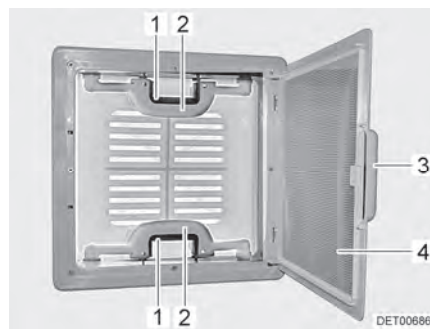

Bild 50 Dachhaube mit Schnappverschluss
- Am Griff (Bild 50,3) ziehen.
- Insektenschutz (Bild 50,4) nach unten klappen.
- Schnappverschluss (Bild 50,1) zur Innenseite der Dachhaube drücken. Gleichzeitig mit dem Griff (Bild 50,2) die Dachhaube nach oben drücken.
- Insektenschutz (Bild 50,4) nach oben schwenken, bis er einrastet.
- An beiden Griffen (Bild 50,2) die Dachhaube kräftig nach unten ziehen, bis beide Schnappverschlüsse (Bild 50,1) eingerastet sind.